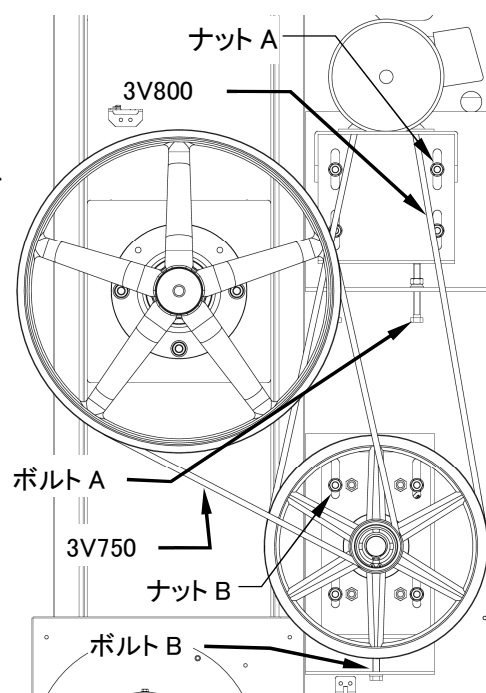

図 9-1
9.3.1 Vベルト(図 9-1)
- ・ 機械後方に回り、V ベルト(3V750)を外します。(図 9-1)